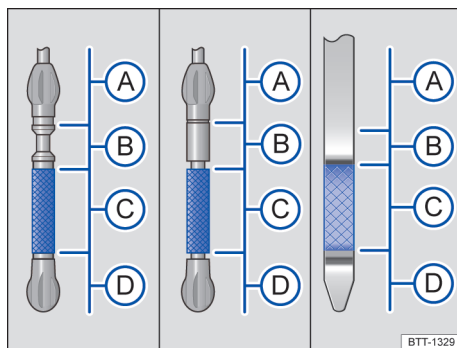
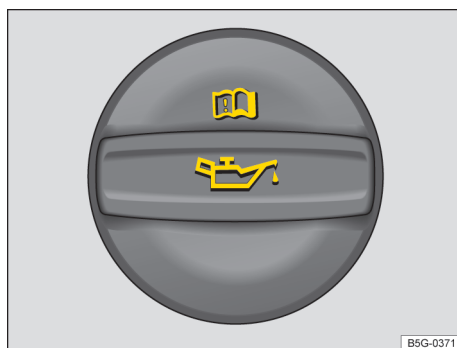

Fig. 191 Marcações do nível do óleo do motor na vareta de medição do óleo (variantes).
Fig. 192 No compartimento do motor: tampa da abertura para enchimento de óleo do motor (representação esquemática).
Legenda para → Fig. 191:
4. Identificar a abertura de enchimento de óleo do motor e a vareta de medição do óleo. A abertura para enchimento do óleo do motor é identificada pelo símbolo na tampa e pela vareta de medição do óleo do motor com a alça colorida → Fig. 192. Se não estiver claro onde a tampa e a vareta de medição do óleo se encontram, procurar uma Concessionária Volkswagen ou uma empresa especializada.
7. Retirar novamente a vareta de medição do óleo do motor e ler o nível no óleo do motor na vareta de medição da seguinte maneira → Fig. 191:
- (A) Nível do óleo do motor muito alto. Se for o caso, observar a mensagem no display do instrumento combinado e **notificar empresa especializada** → .
- (B) **Não reabastecer o óleo do motor** → . Continuar com a etapa 16.
- (C) Nível do óleo do motor em ordem. O óleo do motor pode, no caso de alta demanda do motor, ser reabastecido até o **limite superior dessa área**. Continuar com o passo 8 ou 16 → .
- (D) Nível do óleo do motor muito baixo. **Reabastecer o óleo do motor sem falta**. Continuar com a etapa 8.
9. Desrosquear a tampa da abertura para enchimento de óleo do motor → Fig. 192.
13. Ao final do processo de reabastecimento, o nível do óleo do motor deve se situar no mínimo no meio da faixa → Fig. 191 (C). O nível não deve se situar acima de (C), estar na faixa (B) e não pode estar na faixa (A) → .
14. Se, por descuido, foi reabastecido muito óleo de motor e o nível de óleo de motor estiver na área → Fig. 191 (A), **não ligar o motor**. Notificar uma empresa especializada e, se necessário, procurar imediatamente auxílio técnico especializado.
- Se, por descuido, tiver sido reabastecido excesso de óleo do motor e se, depois disso, o nível do óleo do motor se encontrar na faixa → Fig. 191 (A), não dar a partida no motor. Notificar uma empresa especializada e, se necessário, procurar auxílio técnico especializado. Caso contrário, o catalisador e o motor podem ser danificados!
O nível do óleo do motor não deve estar acima da faixa → Fig. 191 (B). Caso contrário, o óleo pode ser aspirado pelo dispositivo de ventilação do cárter e chegar à atmosfera por meio do sistema de escape.